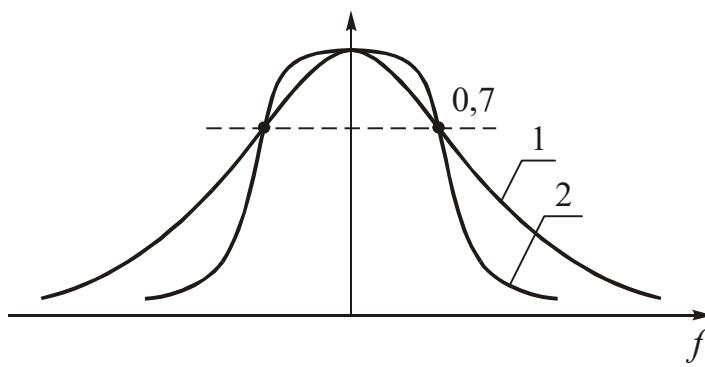

Рис. 1.3 Резонансные кривые: 1 – одиночного контура;
4. Эффективность применения связанных колебательных контуров удобно проиллюстрировать сравнением резонансной кривой связанных контуров и резонансной кривой одиночного контура при одинаковой полосе пропускания обоих систем (рис. 1.3)
Из анализа рис. 1.3. видно, что избирательность связанных контуров даже в случае одногорбой резонансной кривой выше, чем избирательность одиночного контура.